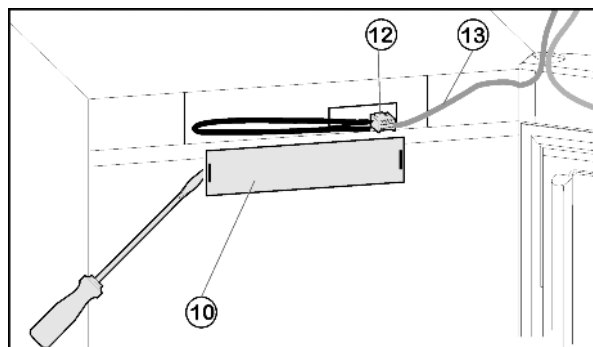

Fig. 4
- ▶ Přední krytku Fig. 4 (10) vytáhněte plochým šroubovákem.
- ▶ Kontakt vytáhněte a konektorové spojení Fig. 4 (12) rozpojte.
- ▶ Šedý kabel Fig. 4 (13) uvolněte z vedení.
- ▶ Konektorové spojení Fig. 4 (12) zase vytvořte.
- ▶ Kryt Fig. 4 (10) zase nasad'te.